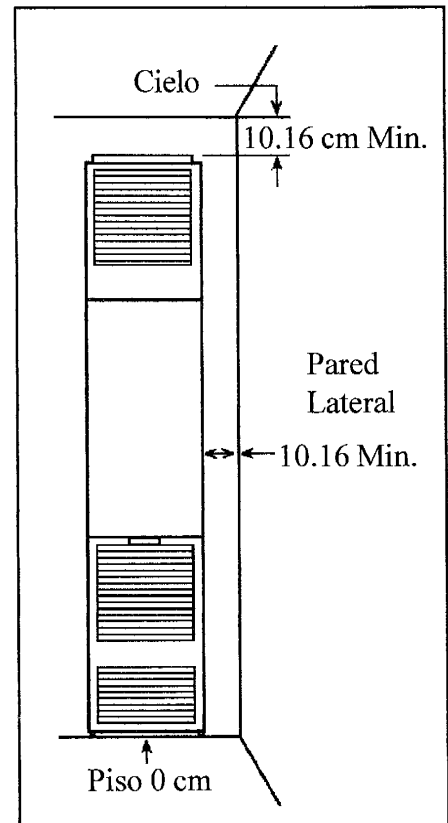

ILUSTRACIÓN 1
15. Al instalar el calefactor, permita que haya espacios libres adecuados para acceso para dar servicio y operación adecuado. (Ver la Ilustración 1).
1. El espacio libre mínimo que se debe dejar a las paredes laterales es de 10.16 cm. (Ver Ilustración 1). **NOTA:** La unidad puede ser empotrada y descansar directamente contra los entranos laterales y la superficie interna de la pared trasera.
2. El espacio libre mínimo al cielo es de 10.16 cm. (Ver la Ilustración 1).
3. El espacio mínimo al piso es de 0 cm. (Ver la Ilustración 1).